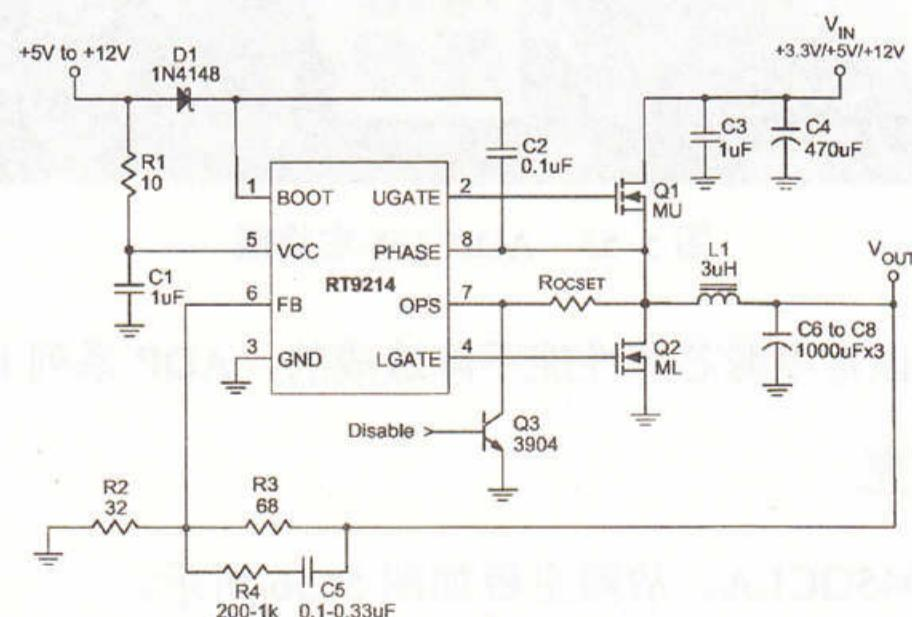

图 5-58 RT9214 典型应用电路图
**故障分析：**首先测量线圈处没有对地短路，然后观察电路发现此主板内存供电方式为 RT9214+MOS 方式，查 RT9214 资料，典型应用电路如图 5-58 所示。